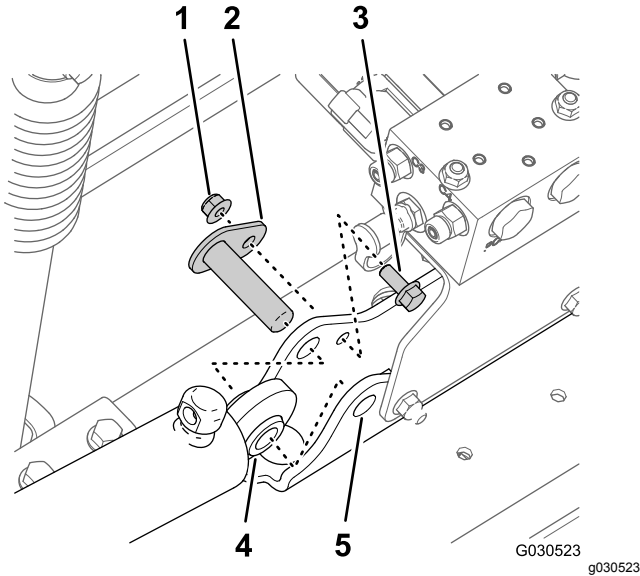

Figura 73
- Retire a porca de bloqueio flangeada (5/16 pol.) e o parafuso de cabeça flangeada (5/16 pol. x 3/4 pol.) que prendem o pino de articulação à montagem do cilindro (Figura 73).
- Retire o pino de articulação e o cilindro de elevação da máquina (Figura 73).